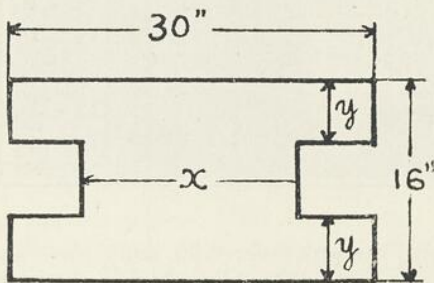

FIG. 20
2. Dans la figure 20 seules les cotes 30" et 16" ont été placées. Trouver les dimensions de x et de y , sachant que la surface de la pièce est de 408 pouces carrés, et que la largeur et la hauteur des vides sont égales.